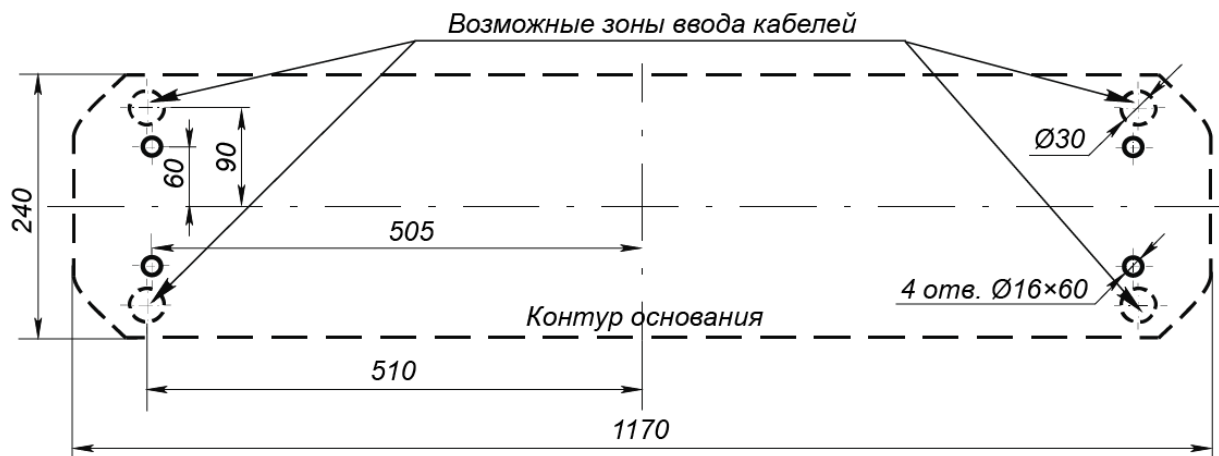
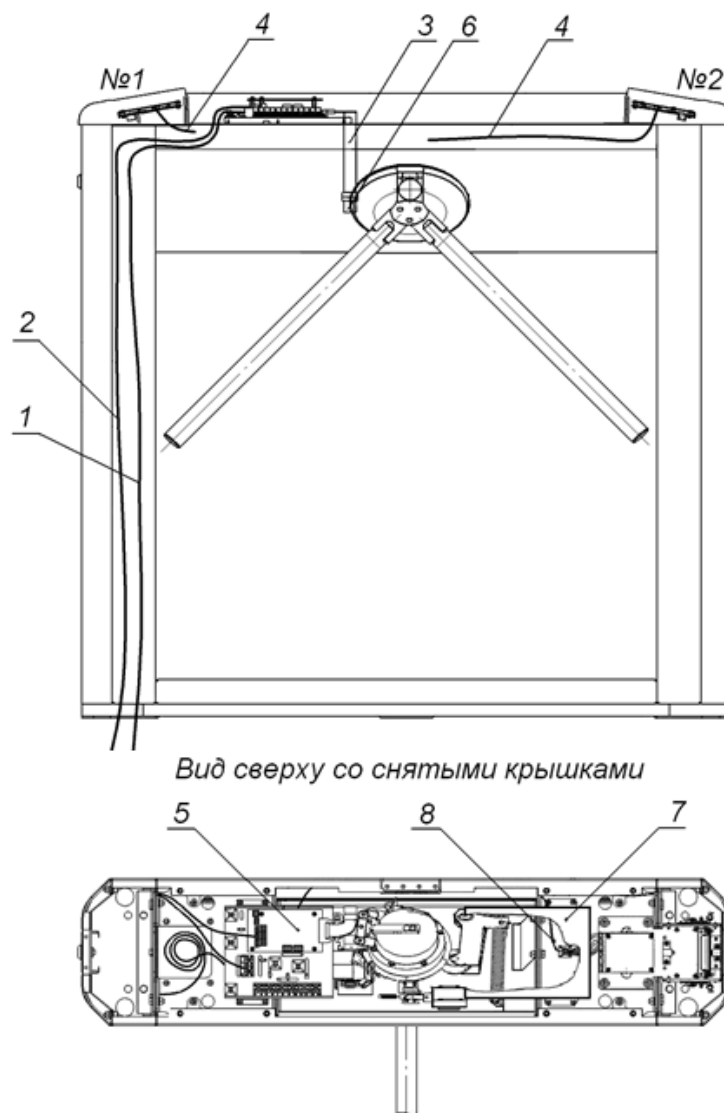
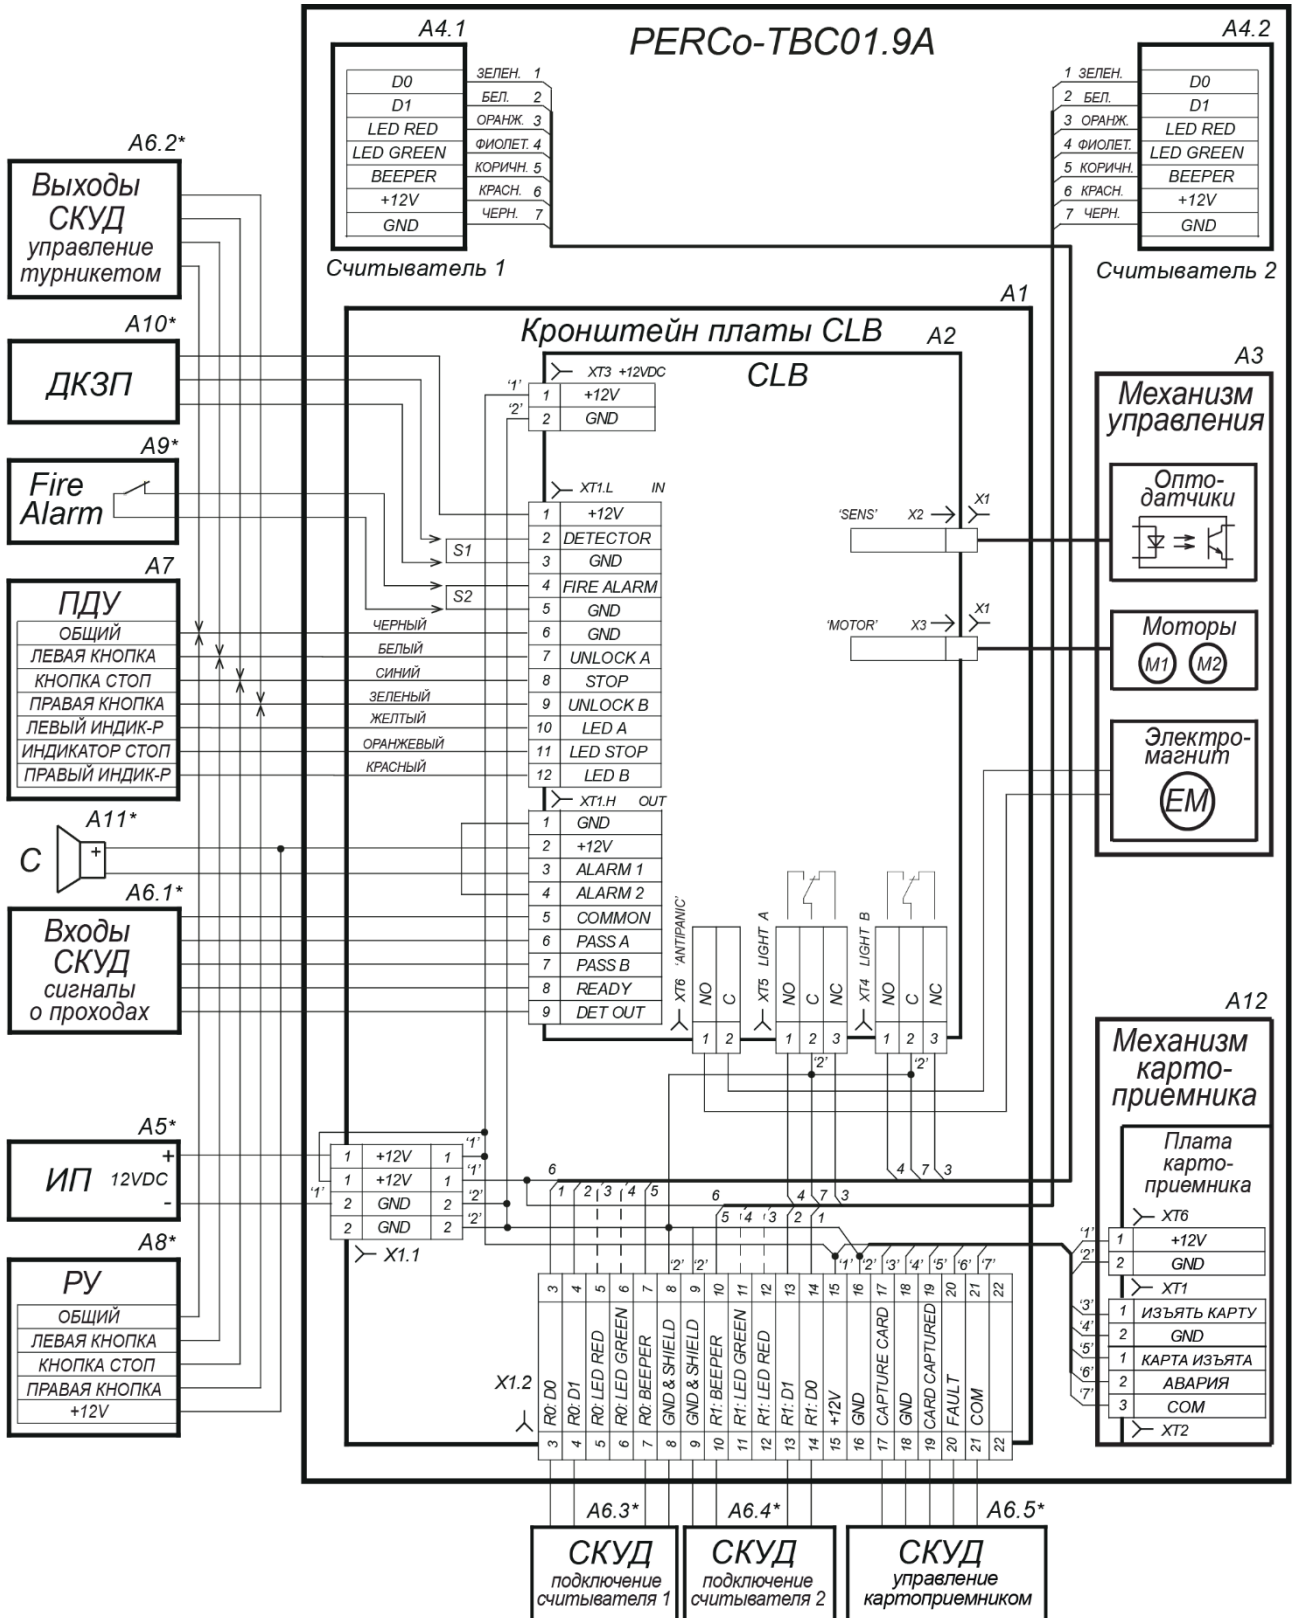

Рисунок 12. Схема разметки для установки стойки турникета¹
Рисунок 13. Схема прокладки кабелей в стойке турникета
Рисунок 14. Схема электрических соединений турникета¹
2. Подготовьте в полу отверстия под гильзы анкеров для крепления стойки турникета (см. рис. 12). При необходимости прокладки кабелей под поверхностью пола подготовьте в полу кабельный канал, подходящий к зоне ввода этих кабелей в стойку турникета. Установку и крепление стойки производите после прокладки всех кабелей в кабельном канале и внутри стойки. Прокладка кабелей внутри стойки показана на рис. 13.
4. Демонтируйте заглушку стойки (7) и контейнер картоприемника (9), открыв ключом замки (8, 10). Установите стойку турникета на гильзы анкеров и закрепите ее болтами М10.
6. Снимите крышку турникета (3), отвернув ключом винт установочный (13) (см. разд. 6).
7. Подключите кабель питания (14) к клеммной колодке **X1.1** (см. рис. 14).
9. Подключите при необходимости кабели от других устройств к соответствующим клеммным колодкам платы управления (см. рис. 5 и рис. 14). Проверьте правильность и надежность всех электрических подключений.
11. Установите на место крышку (3) (см. разд. 6), заглушку стойки (7) и контейнер картоприемника (9) в порядке, обратном снятию.
Возможна установка картоприемника с противоположной стороны турникета. При этом торцевые крышки (5) со считывателями свои местоположения не меняют. При производстве механизм картоприемника установлен со стороны считывателя №2 (см. рис. 13).
1. Снимите крышку (3) в порядке, указанном в разделе 6.
2. Извлеките контейнер картоприемника (9), открыв замок (10).
3. Извлеките заглушку (7) с противоположной стороны, открыв замок (8).
4. Демонтируйте торцевые крышки (5); каждая крышка крепится двумя винтами M4×16 и двумя шурупами Ø4,2×19 снизу со стороны контейнера (9) или заглушки (7); кабели считывателей, находящихся внутри крышек, не отсоединяйте.
7. Отсоедините кабель картоприемника (8, рис. 13) со стороны платы картоприемника.
9. Переложите кабель картоприемника (8, рис. 13) на сторону считывателя №1. Для фиксации кабеля используйте самоклеящиеся площадки и пластиковые стяжки, входящие в комплект поставки.
10. Подсоедините кабель картоприемника (8, рис. 13) к плате картоприемника (см. рис. 10) согласно схеме (рис. 14).
11. Установите торцевые крышки (5) в рабочее положение и закрепите в порядке, обратном снятию.
12. Установите в рабочее положение контейнер картоприемника (9) со стороны механизма картоприемника, а заглушку (7) – с противоположной стороны.
13. Установите крышку (3) в рабочее положение (см. разд. 6).
Передача данных от считывателей осуществляется по интерфейсу *Wiegand*. Подключение считывателей к контроллеру СКУД необходимо производить экранированным кабелем в соответствии с рис. 14.
* Линии управления светодиодной индикацией считывателей при производстве подключены к клеммным колодкам **XT4**, **XT5** платы управления (см. рис. 14). Для осуществления внешнего управления индикацией от контроллера СКУД необходимо отключить оранжевые и фиолетовые провода считывателей от разъемов **XT4**, **XT5** платы управления, и подключить их к соответствующим контактам выносной клеммной колодки **X1.2**.
Подключение контроллера к плате управления турникета производится в соответствии с рис. 14. Управление механизмом картоприемника от контроллера СКУД осуществляется согласно требованиям раздела 5.7.